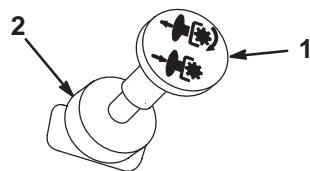

Figure 9
- Tirez sur la commande de PDF pour engager la PDF (Fig. 9).
Poussez la commande de PDF en position Désengagée (Fig. 9).